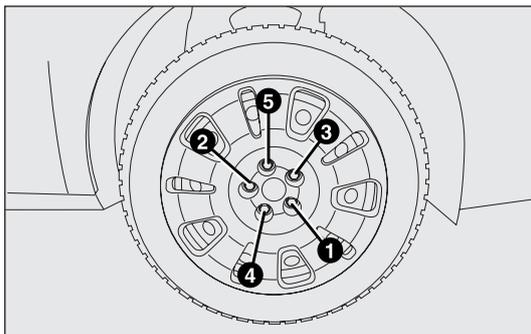

fig. 139
- ❑ con la llave suministrada, apriete a fondo los pernos, pasando alternativamente de un perno al diametralmente opuesto, siguiendo el orden numérico ilustrado en la fig. 139.